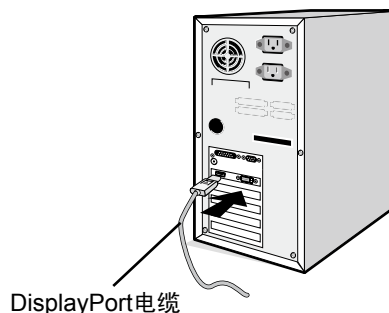

图 A.2
**DisplayPort 连接：** 将 DisplayPort 电缆连接至您系统的显示控制器接口 (图 A.2)。